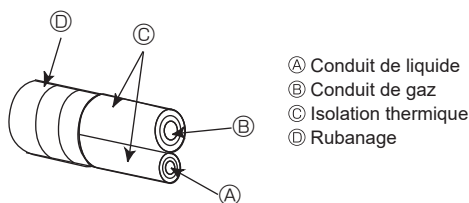
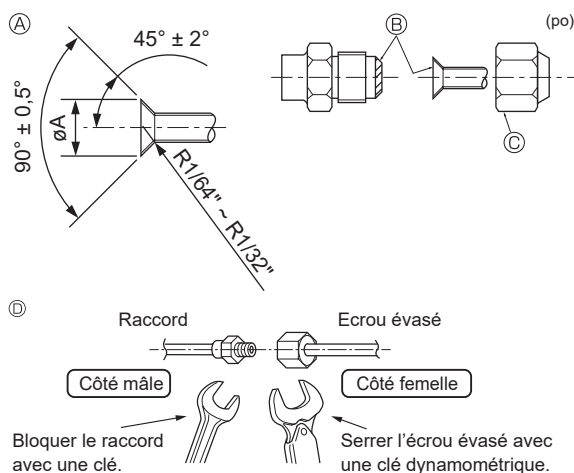

Fig. 4-5
Fig. 4-6
(A) (Fig. 4-6)
4.3. Connexion des tuyaux (Fig. 4-5) (Fig. 4-6)
[Fig. 4-5]
[Fig. 4-6]